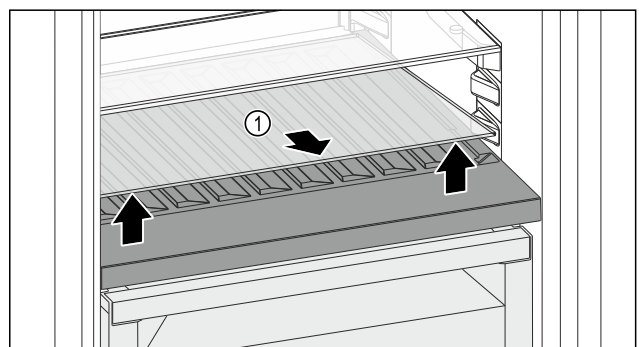

Fig. 106
- ▶ Glasplatte *Fig. 106 (1)* an der Aussparung vorne anheben und herausnehmen.
- ▶ Glasplatte *Fig. 106 (1)* außerhalb des Geräts sicher aufbewahren.